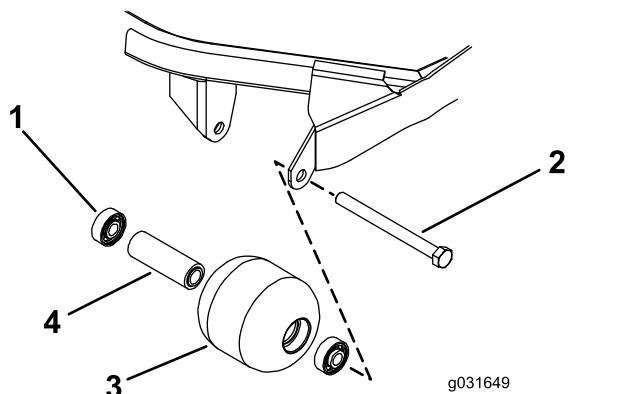

图 73
- 卸下滚筒安装螺栓图 73。
- 检查滚筒壳体、轴承以及轴承隔块是否受损(图 73)。
- 仅按住外圈或同时按住内、外圈将第一个轴承按入滚筒壳体图 73。
- 插入隔片图 73。
- 仅按住外圈或同时按住内、外圈将第二个轴承按入滚筒壳体直至其触及隔块图 73。